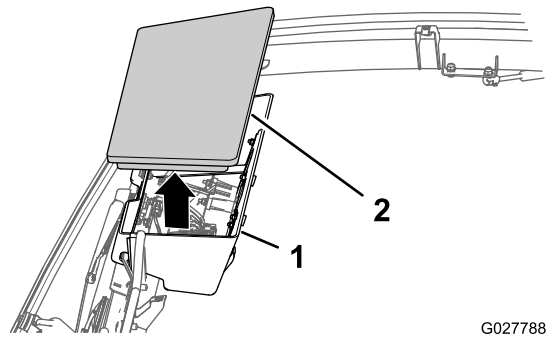

Bild 34
3. Nehmen Sie die Blende von der Dachkonsole ab (Bild 34).